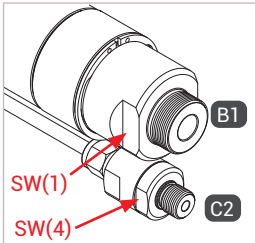
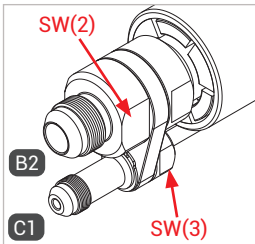

Abbildung 3
Abbildung 4
- ▶ Halten Sie beim Montieren des Füll- und Rückführschlauches, der Medienleitung und der Gasrückführung an den Anschlüssen „B1“, „B2“, „C1“ und „C2“ an den Schließflächen SW(1), SW(2), SW(3) und SW(4) (Abbildung 3 und Abbildung 4) mit einem Gabelschlüssel gegen.
- ▶ Verschrauben Sie die Betriebsmedienzuleitung „B1“ druckdicht mit der Medienleitung der Tankstelle (Abbildung 3). Anzugsdrehmoment siehe untenstehende Tabelle.
- ▶ Verschrauben Sie die Gasrückführung „C2“ druckdicht mit der Gasrückführung der Tankstelle (Abbildung 3). Anzugsdrehmoment siehe untenstehende Tabelle.
- ▶ Verschrauben Sie die Betriebsmedienableitung „B2“ druckdicht mit dem Anschluss des Füllschlauches (Abbildung 4). Anzugsdrehmoment siehe untenstehende Tabelle.
- ▶ Verschrauben Sie die Gasrückführung „C1“ druckdicht mit dem Anschluss des Rückführschlauches (Abbildung 4). Anzugsdrehmoment siehe untenstehende Tabelle.